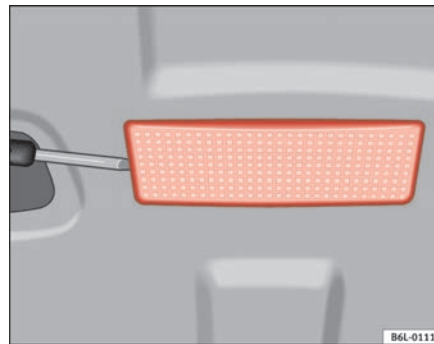

Abb. 157 Gepäckraumleuchte
- Das flache Ende eines Schraubenziehers in den Spalt auf der linken Seite einführen ⇒ Abb. 157.